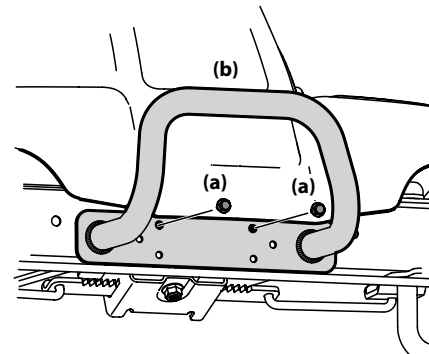

Figura 2-13
- Extraiga los dos tornillos (a) como se indica en la Figura 2-13.
- Ubique el paragolpes (b) sobre los orificios de montaje y sujete con los tornillos (a) que extrajo en el Paso 1. Consulte la Figura 2-13.